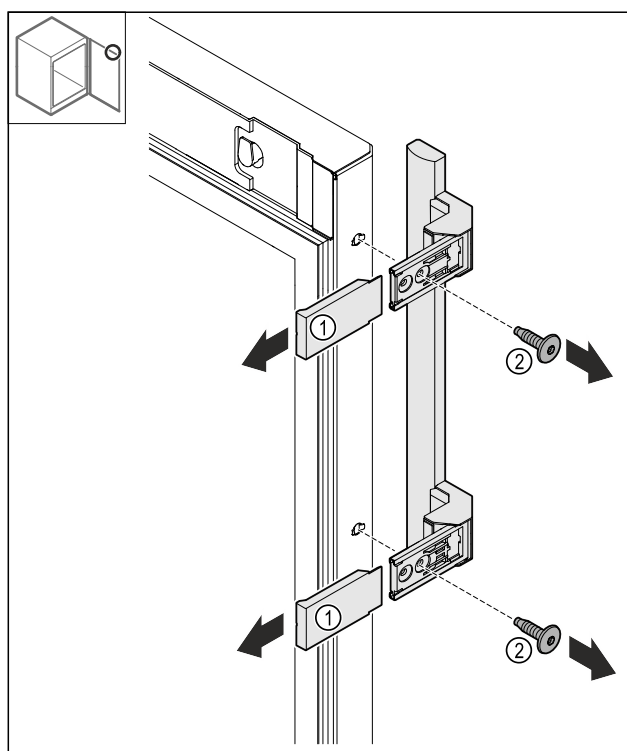

Fig. 16
- Stáhněte kryty Fig. 16 (1).
- Povolte šrouby Fig. 16 (2).